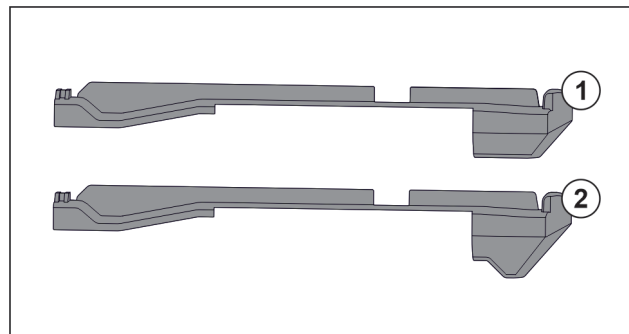

Fig. 78 Porovnání nasazovacích dílů
V přístroji se nacházejí dva různé nasazovací díly. Nasazovací díl nad nejspodnější zásuvkou Fig. 78 (2) má hranu trojúhelníkového tvaru. Všechny ostatní nasazovací díly Fig. 78 (1) mají rovnou hranu.
- Nasazovací díl Fig. 78 (2) s hranou trojúhelníkového tvaru připevněte nad nejspodnější zásuvkou.
- ▶ Nasazovací díl Fig. 78 (1) s rovnou hranou připevněte na všech ostatních místech.